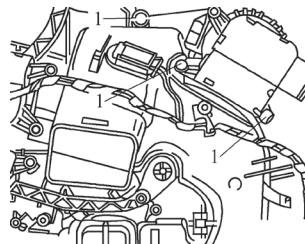

图 5-27 拆卸前部空气分配器
- 4) 如图 5-27 所示，旋出紧固螺栓 1，并从凸轮连接轴上小心地撬出伺服电动机。